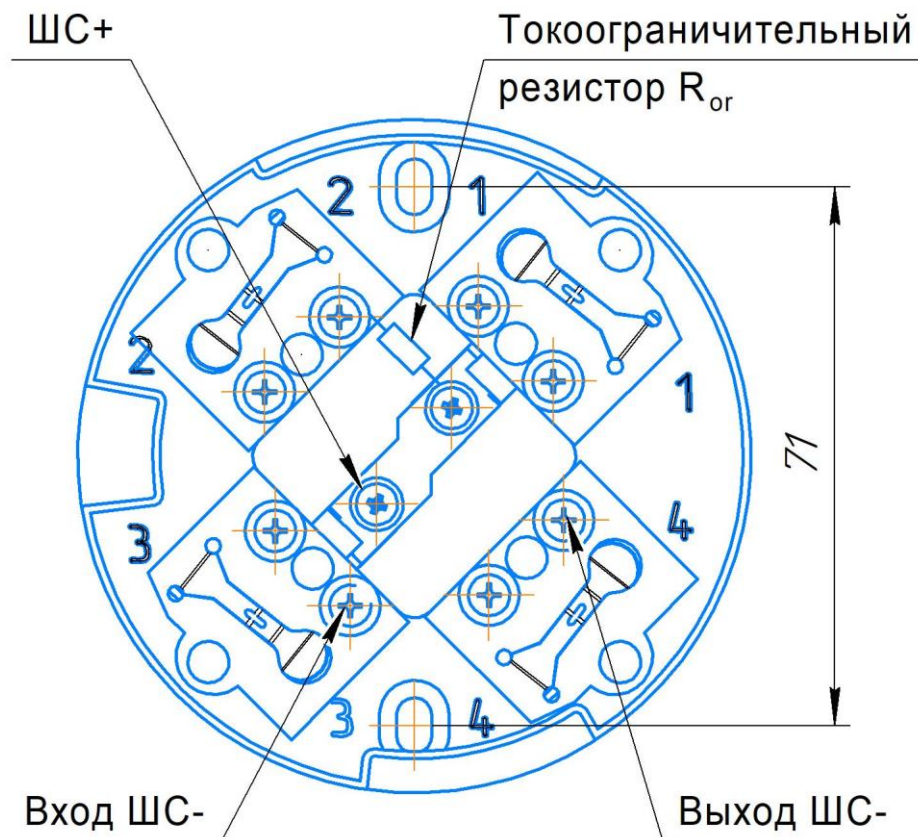

Рис. 2. Розетка извещателя. Общий вид и расположение контактов
5.4 Расположение и назначение контактов розетки для извещателей показано на рис. 2.
- разметить места установки дюбелей согласно рис. 2;